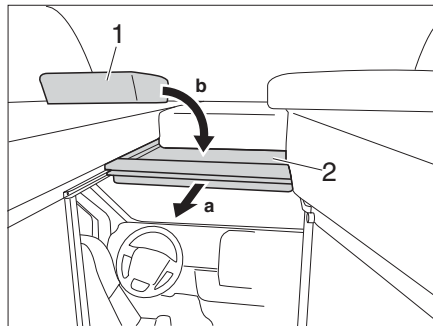

Fig. 54 Separación de la cabina del conductor
- Desplazar con el tirador la base de cama (Fig. 54,2) hacia delante.
- Poner el cojín (Fig. 54,1) en la base de cama.
- Poner el cojín (Fig. 54,1) al lado
- Empujar la base de cama (Fig. 54,2) hacia atrás.